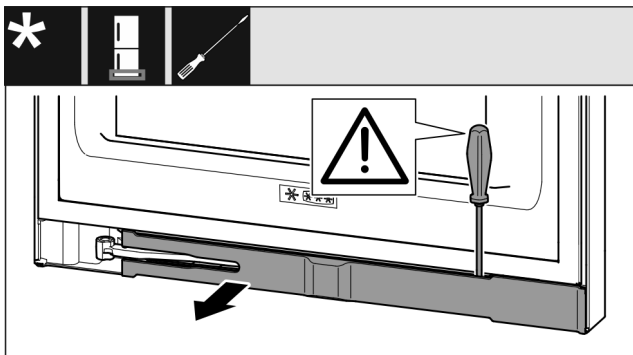

Fig. 11
- ▶ За допомогою шліцевої викрутки звільніть від фіксатора та поверніть убік накладку Fig. 11 ().